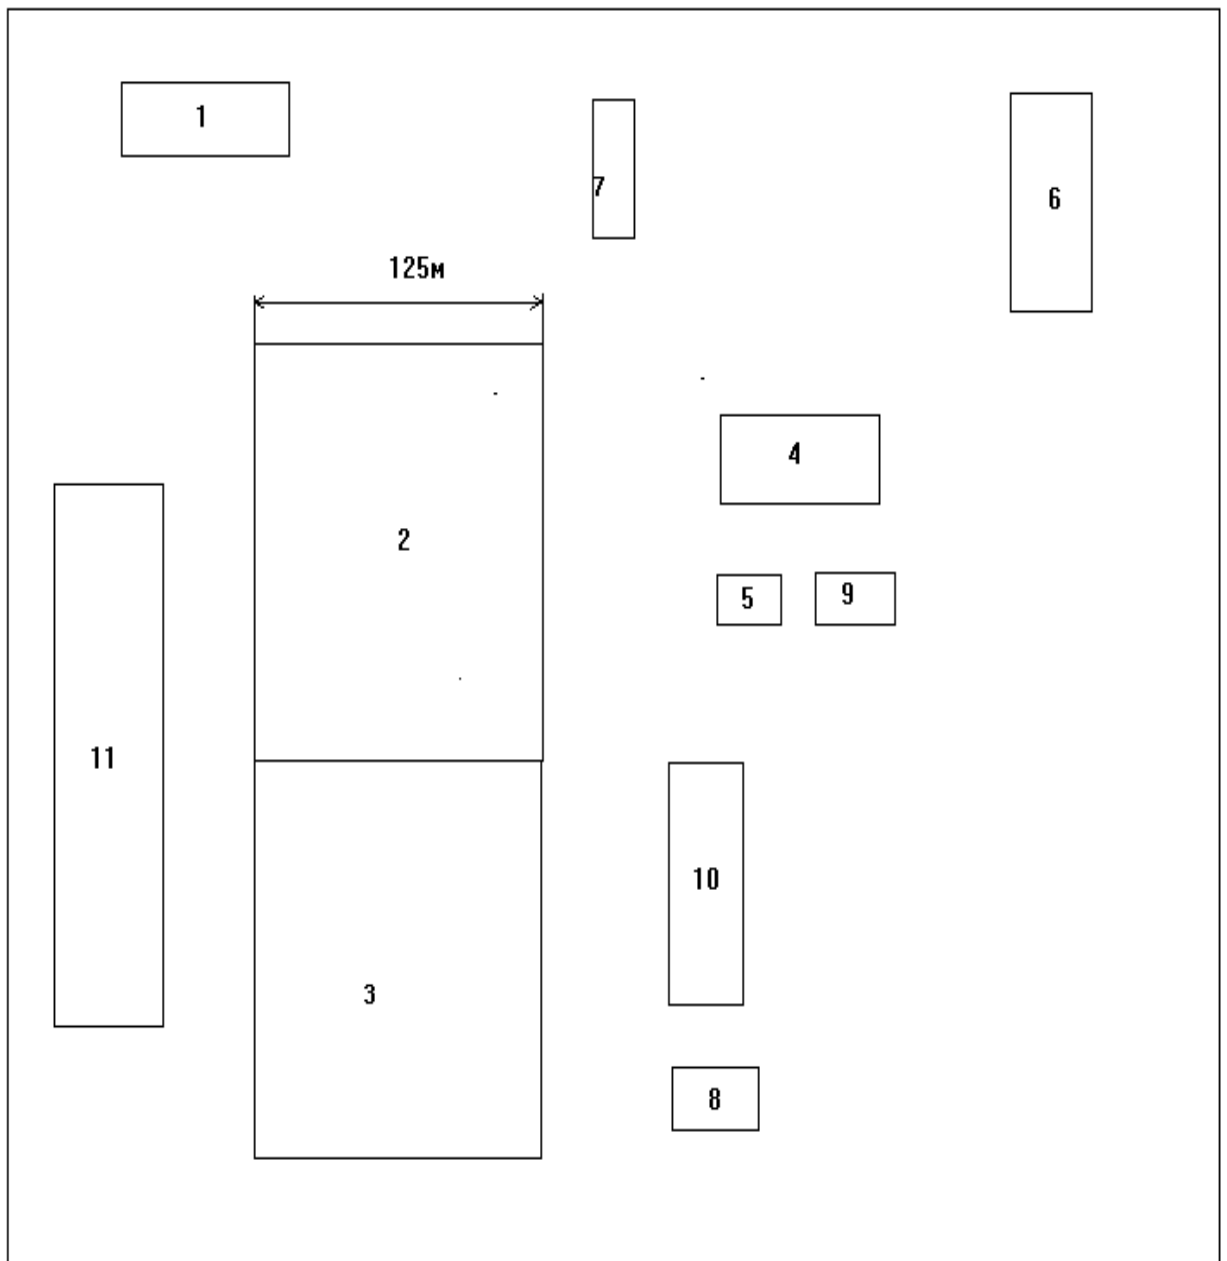

Рис. 1. Генеральный план завода режущих инструментов
1. Генеральный план завода — рис. 1.